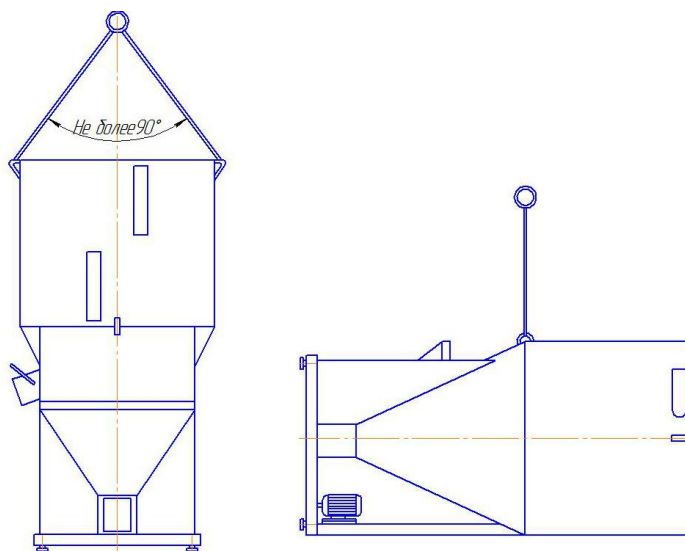

Рис.2 – Схема строповки смесителя
5.2 Перед началом монтажа необходимо проверить комплектность оборудования, наличие крепежа, подготовить необходимый инструмент, материалы и грузоподъемные средства, изучить схему строповки (Рис.2).